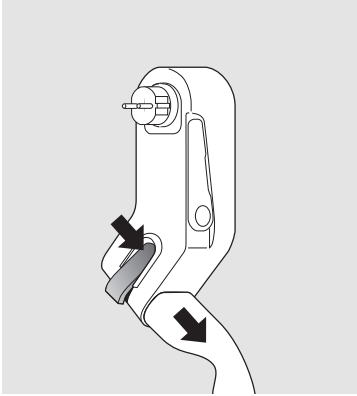

Abb. 3: Typ 2 Steckdose entriegeln
2. Mobility Dock (A) aus der Wandsteckdose ziehen
3. Wandstütze (E) entriegeln (D) und in Ausgangsposition bringen
4. Ggfs. Ladestecker mit orangem Entriegelungshebel (B) entriegeln und ausstecken (siehe Abb. 3)